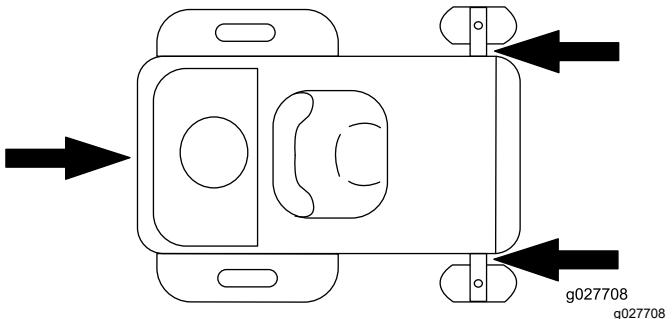

Bild 40
- Befestigen Sie die Maschine sicher mit Riemen, Ketten, Kabeln oder Seilen auf dem Anhänger oder Lkw. Verwenden Sie nur die vier dafür vorgesehenen Verankerungspunkte am Mäher - 2 auf der linken Seite und 2 auf der rechten Seite (Bild 40). Verwenden Sie diese Stellen auch beim Transport des Mähers mit angebautem Zubehör. Die Verwendung nicht gekennzeichneter Stellen kann zu Schäden am Mäher und/oder am Anbaugerät führen.